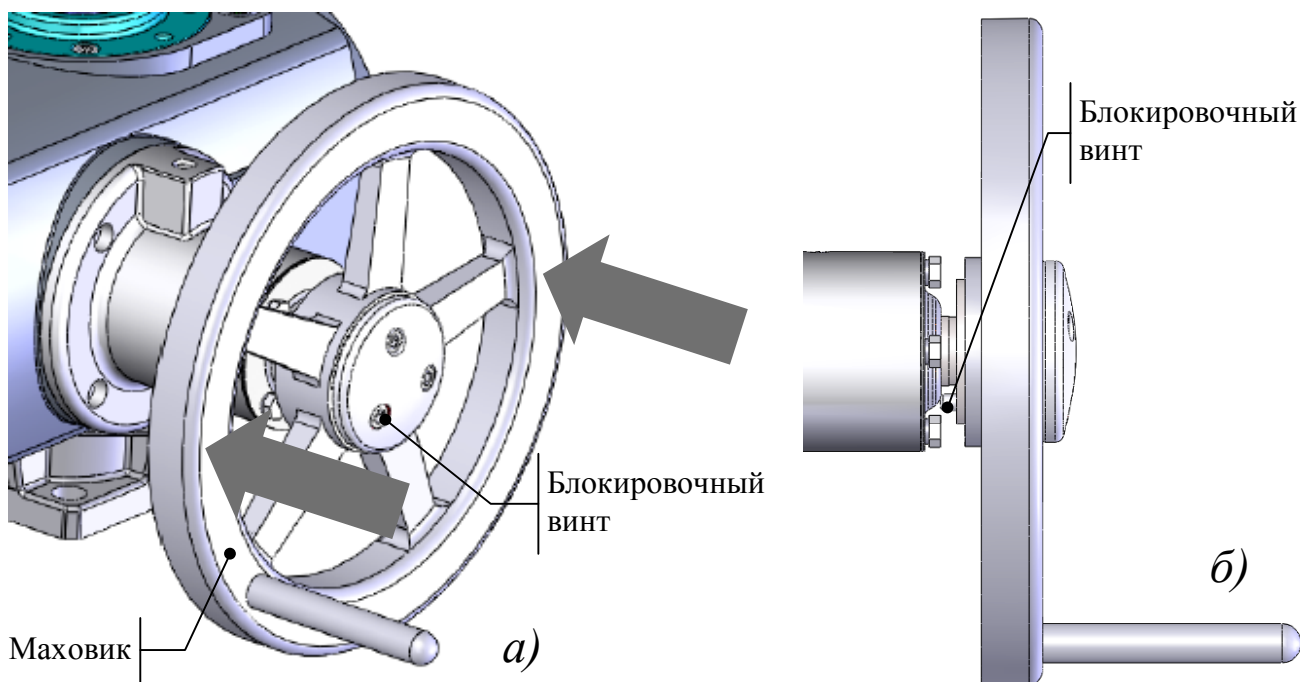

Рисунок 10 – Работа с ручным дублером:
- а) включение ручного дублера у приводов конструктивных схем 40, 41 и 410 осуществляется нажатием маховика (рисунок 10а), у приводов конструктивных схем 43, 430 и 44 включение ручного дублера не производится;
г) у приводов конструктивных схем 40, 41 и 410, возможна блокировка ручного дублера для фиксации его положения в выключенном состоянии. Для этого необходимо ввинтить до упора блокировочный торцевой винт (располагается на маховике ручного дублера и выделен красной окантовкой, см. рисунок 10). Для разблокировки дублера необходимо вывинтить блокировочный винт.